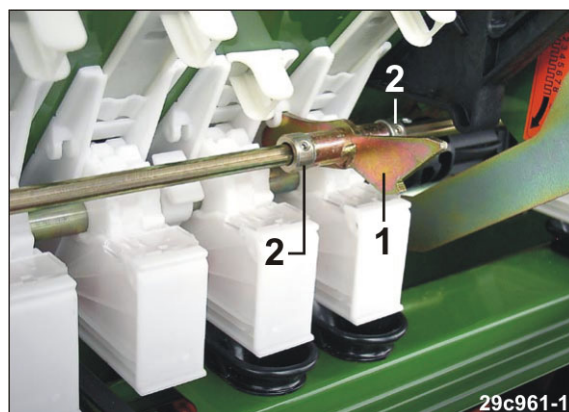

Рис. 129
- При этом крепление (Рис. 129/1), которое фиксирует промежуточный вал аксиально, вытяните из паза высевной коробки.
12. Зафиксируйте крепление аксиально с помощью двух установочных колец (Рис. 129/2).